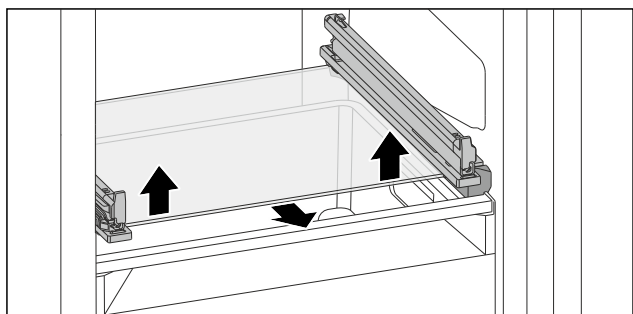

Fig. 73 A lebillenthető fiók üveglapja
- ▶ Tolja alulról felfelé az üveglapot mindkét oldalon. (lásd Fig. 73)